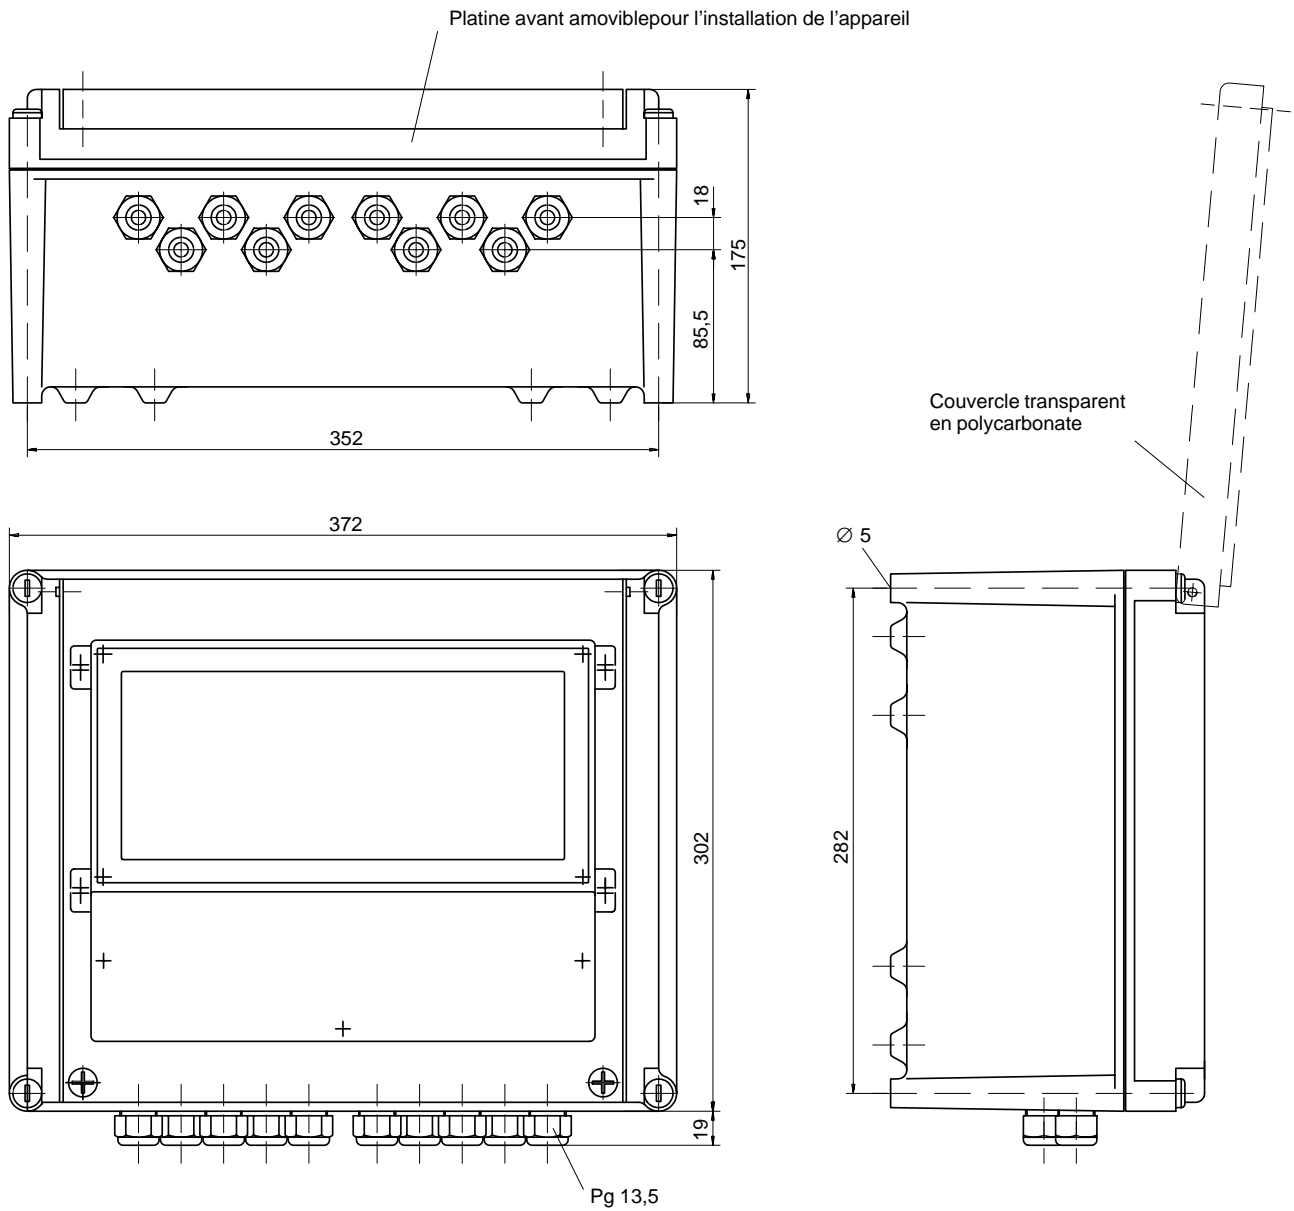

Fig. 10-3 Dessin d'encombrement de l'enveloppe ZU 0124
- L'enveloppe ZU 0124 protège l'appareil de manière optimale contre la poussière, l'humidité et les dommages mécaniques. Dessin d'encombrement voir fig. 10-3.